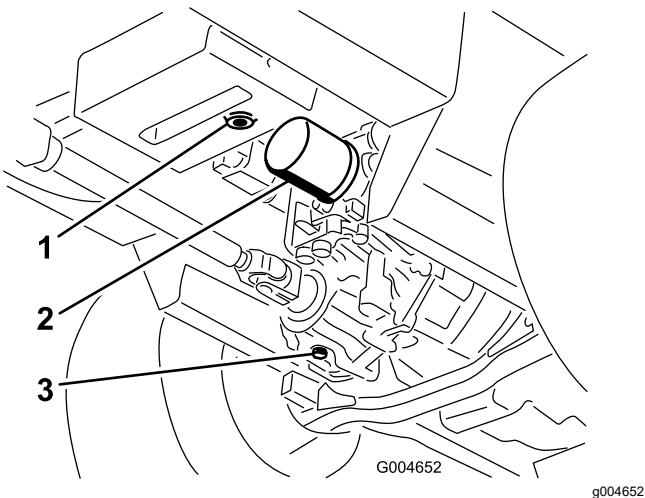

Figure 57
3. Placez un grand bac de vidange sous le réservoir hydraulique et le carter de transmission, et enlevez les bouchons pour vidanger tout le liquide hydraulique (Figure 57).
4. Nettoyez la surface autour du filtre à huile hydraulique et retirez le filtre (Figure 57).